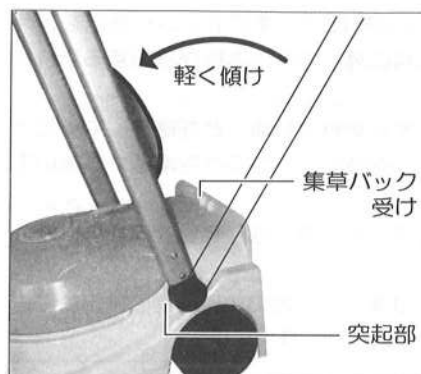

図5
- ①ハンドルを前方に突起で止まるところまで軽く傾けてください。(図5参照)